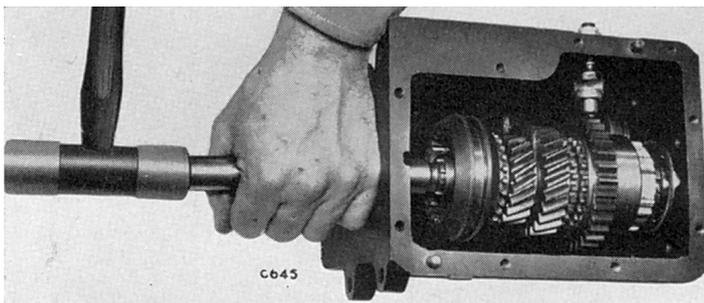

Fig. 19. L'arbre secondaire est chassé vers l'arrière jusqu'à ce qu'il soit possible de l'incliner
A l'aide d'une chasse creuse, chasser l'arbre secondaire (106) vers l'arrière, comme illustré sur la Fig. 19, jusqu'à ce que le roulement à billes arrière (79) sorte complètement de son boîtier.